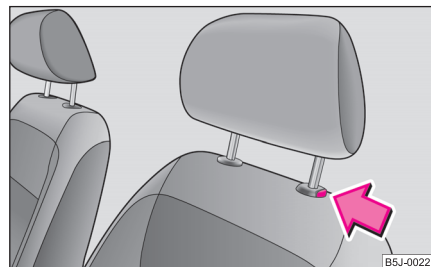

Fig. 47 Extraction des appui-tête
- Si vous souhaitez abaisser l'appuie-tête, vous devez appuyer sur les touches de verrouillage ⇒ page 57, fig. 47 et poussez en même temps sur l'appuie-tête avec l'autre main.
- Poussez la touche de sécurité dans le sens de la flèche ⇒ page 57, fig. 47 et retirez l'appuie-tête.